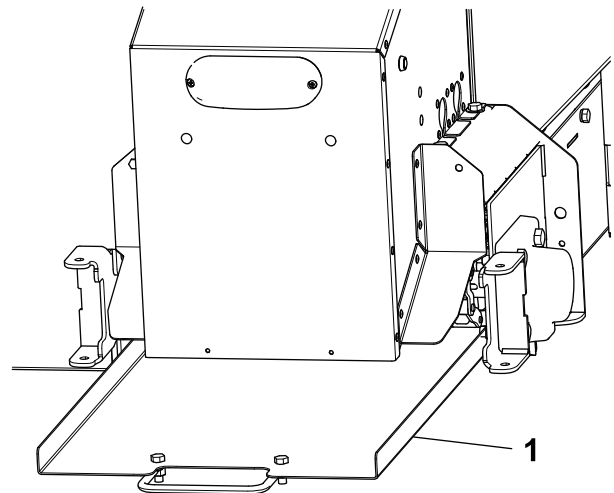

Figure 28
3. Soulevez la poignée du plateau de nettoyage pour passer les trous de montage et tirez le plateau vers l'extérieur (Figure 28).